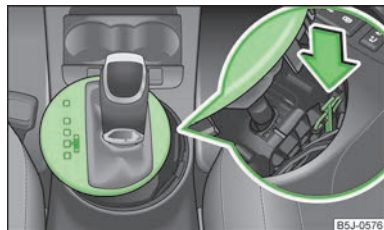

Fig. 91
- Presionar con un dedo la pieza de plástico amarilla en la dirección de la flecha » fig. 91.